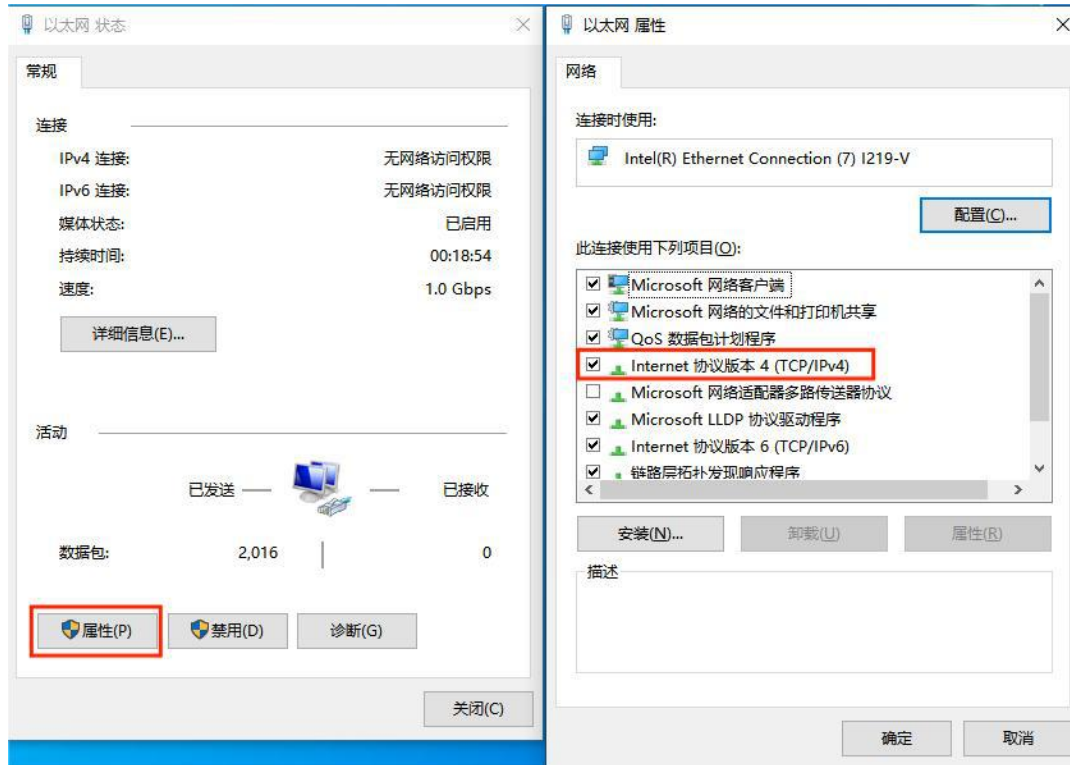
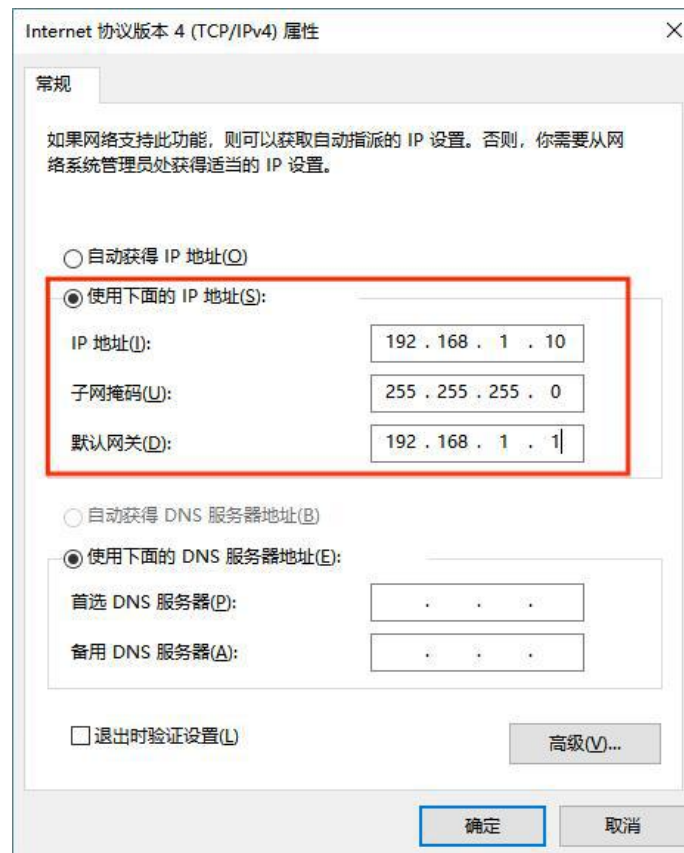

图 71. 打开的软件界面
图 72. 打开的软件界面
2. 双击未识别的网络，点击属性，如图 71 所示，然后双击点 Internet 协议版本 4 (TCP/IPv4)，弹出图 72，选择使用下面的 IP 地址，手动输入 IP 地址，子网掩码，默认网关。